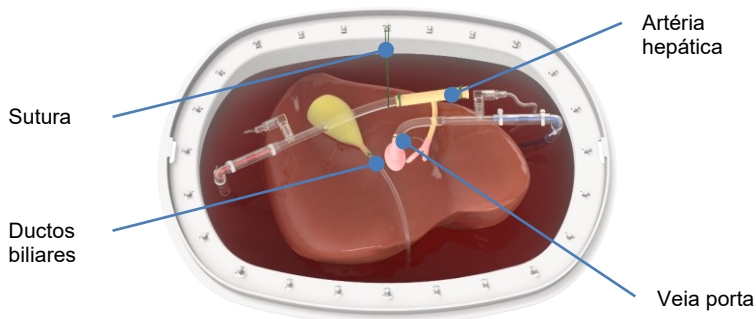

Figure 27 Cannulation hepatic artery and portal vein
- Para conectar o fígado do doador ao Conjunto de perfusão Liver Assist [REF 11.401], é necessário realizar a canulação da veia porta e da artéria hepática (Figure 27)
- Uma sutura pode ser fixada na borda do reservatório e na cânula para garantir o posicionamento correto da cânula e obter a perfusão ideal (Figure 27).